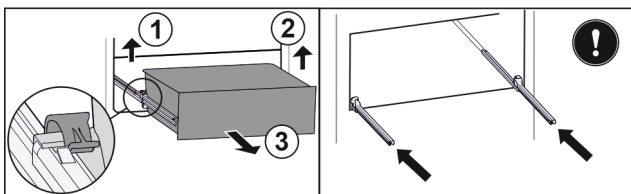

Fig. 119
- ▶ Ridicați clema din stânga și trageți concomitent sertarul din stânga spre înainte. Fig. 119 (1)
- ▶ Ridicați clema din dreapta și trageți concomitent sertarul din dreapta spre înainte. Fig. 119 (2)
- ▶ Extrageți sertarul spre înainte. Fig. 119 (3)